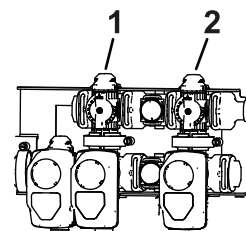

图 23
11. 调节搅拌阀背面的搅拌旁通阀 **图 23** 直至压力表上的读数为 6.9bar(100 psi)。
9. 调节主喷洒臂段旁通阀手柄控制药缸中的搅拌量 图 23。